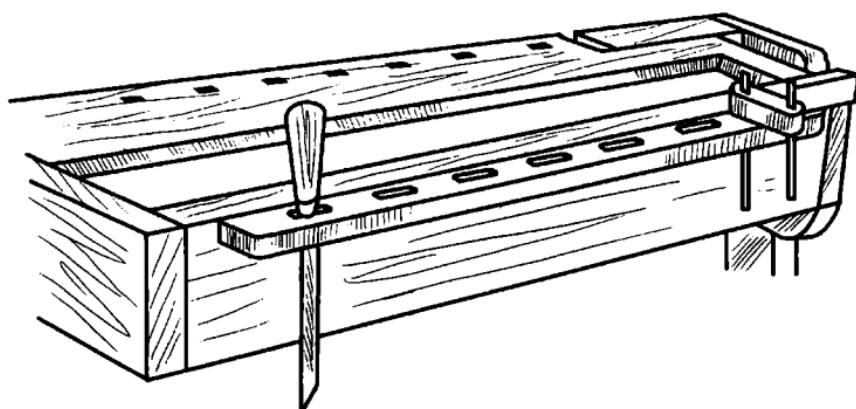

Рис. 52. Рейка с гнездами для инструментов
1. Весь инструмент должен лежать в определенном порядке, чтобы им было легко пользоваться, не тратя дополнительное время на поиски того, что вам нужно в данный момент. Рабочее место столяра — верстак, поэтому именно на нем нужно так разложить инструмент, чтобы он всегда был под рукой. В инструментальном лотке ручками, направленными в сторону задних тисков, должны находиться стамески, долота и напильники, причем не в перемешку, а по отдельности. Рубанок должен лежать на боку, направленным верхней своей частью к столяру. Следите за тем, чтобы его режущая часть не контактировала с металлическими предметами, иначе лезвие быстро затупится. Для инструмента к верстаку желательно прикрепить рейку с гнездами (рис. 52), по которым можно разложить все, оставив в лотке только карандаш, линейку и молоток. Кроме того, для инструмента необходимо предусмотреть полки (как открытые, так и закрытые), стеллажи, шкафы и т. п.